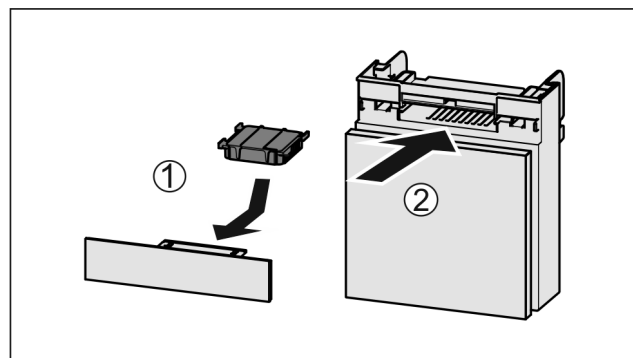

Fig. 72
- ▶ Actiefkoolfilter overeenkomstig afbeelding aanbrengen Fig. 72 (1).
- ▶ Actiefkoolfilter klikt niet vast. Als het actiefkoolfilter naar onder wijst: Lade erin schuiven Fig. 72 (2).